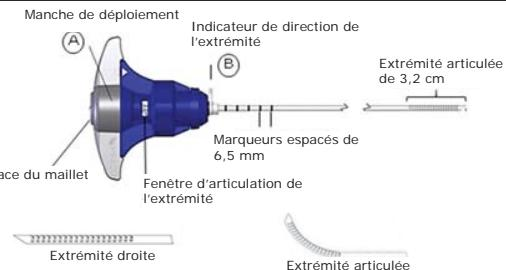

Figure 1
Figure 1 : Le manche de déploiement (A) correspond à la partie rotative articulée de l'extrémité distale du dispositif. L'indicateur de direction de l'extrémité (B) indique la direction de l'articulation de l'extrémité.